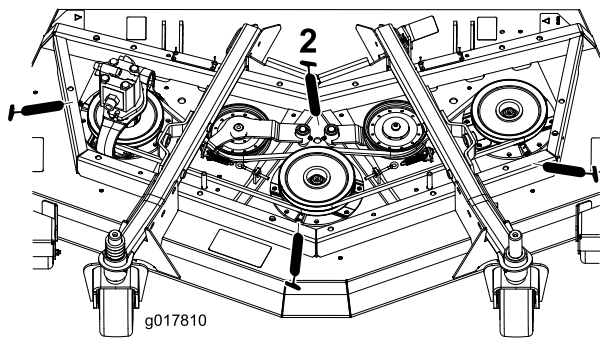

Figura 40
- Rolamentos do eixo (3) (debaixo da polia) (Figura 40)
- Casquilhos articulados do braço intermédio (2) (Figura 40)